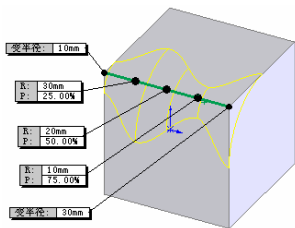

图 5-27 设置变半径圆角预览效果
❻ 设置属性管理器圆角半径值。单击属性管理器中“附加的半径”一栏中的 V1,然后在“半径”一栏中输入半径值 10。重复此命令，将 V2 点处设置半径值为 30。
❼ 设置视图中圆角半径值。单击图中的左边的 P1 点，将其半径设置为 30。重复此命令，将 P2 点处设置半径值为 20，将 P2 点处设置半径值为 10。如图 5-27 所示。在变半径的过程中，要注意“附加的半径”一栏相应的变化。